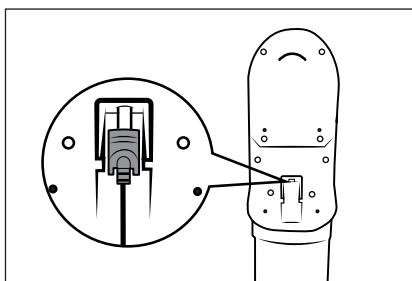

Fig. 8
- Rechargez la batterie ② dès que l'indicateur de batterie ⑥ indique une faible charge résiduelle de la batterie ② ■■■.
- L'appareil s'éteint peu après l'affichage d'une batterie vide ② ■■■.
- L'aspirateur peut également être rechargeé directement via l'adaptateur secteur ⑩. Pour ce faire, retirez la fiche creuse ⑪ du support mural ⑬ en la tournant légèrement et insérez-la dans la prise de recharge ③ de l'appareil (voir fig. 8).